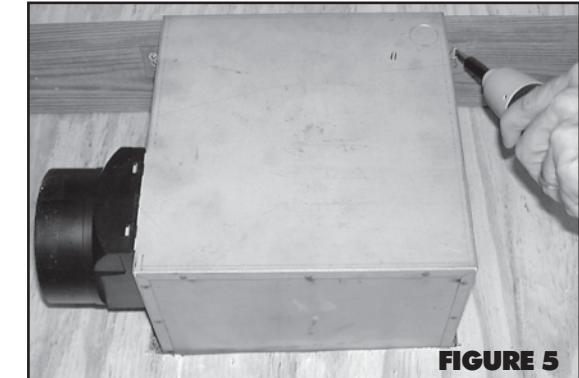

FIGURE 5
2. Nail housing in place through holes provided. (Fig. 5.)
2. Coloque el bastidor en su sitio clavando los clavos proporcionados. (Fig 5)
2. Clouer l'enveloppe en place en se servant des trous qui sont fournis. (Fig. 5.)